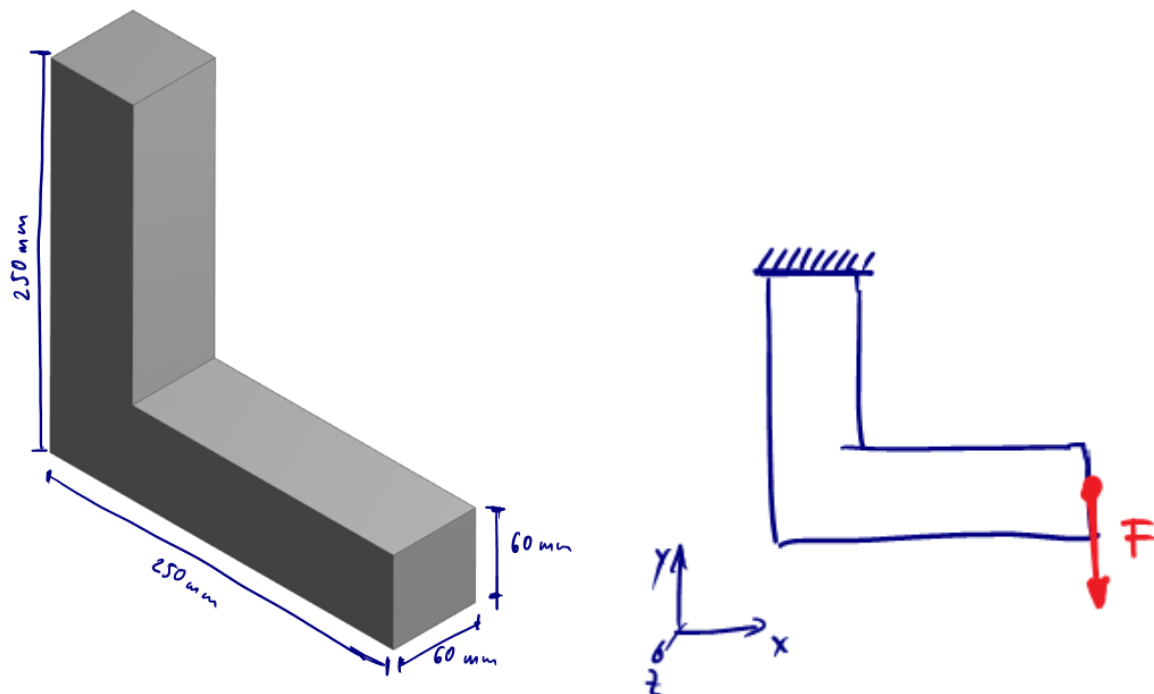

Figure 1: Links: Geometrie/Abmessungen; Rechts: Last- und Randbedingungen
4. Definiere Last- und Randbedingungen ($F = 2500 \text{ N}$, vgl. Abbildung 1), führe die Simulation durch und stelle schließlich Hauptspannungen und Hauptdehnungen als Vektor-Plots dar!